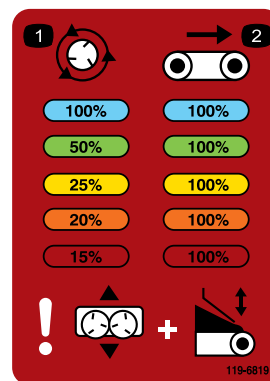
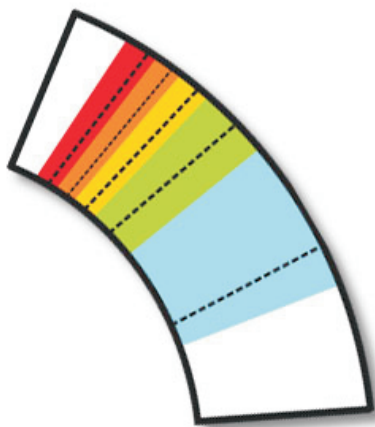

Рисунок 39
Рисунок 38
**Примечание:** Цветовые диапазоны на табличках, показанных на Рисунок 38 и Рисунок 39, соответствуют цветовым диапазонам на табличке с основными рабочими параметрами (Рисунок 30).
**Стандартная система управления гидравликой (модель 44701):** Установите значение параметров системы управления гидравликой на пунктирной стартовой линии в пределах соответствующего цветового диапазона (Рисунок 38). При необходимости вы можете варьировать скорость в рамках соответствующего цветового диапазона.
**Беспроводное управление (модель 44751):** Установите требуемое значение в соответствии с процентом, указанным для соответствующего цвета на табличке и на графике, расположенном на задней стороне беспроводного пульта дистанционного управления (Рисунок 39).